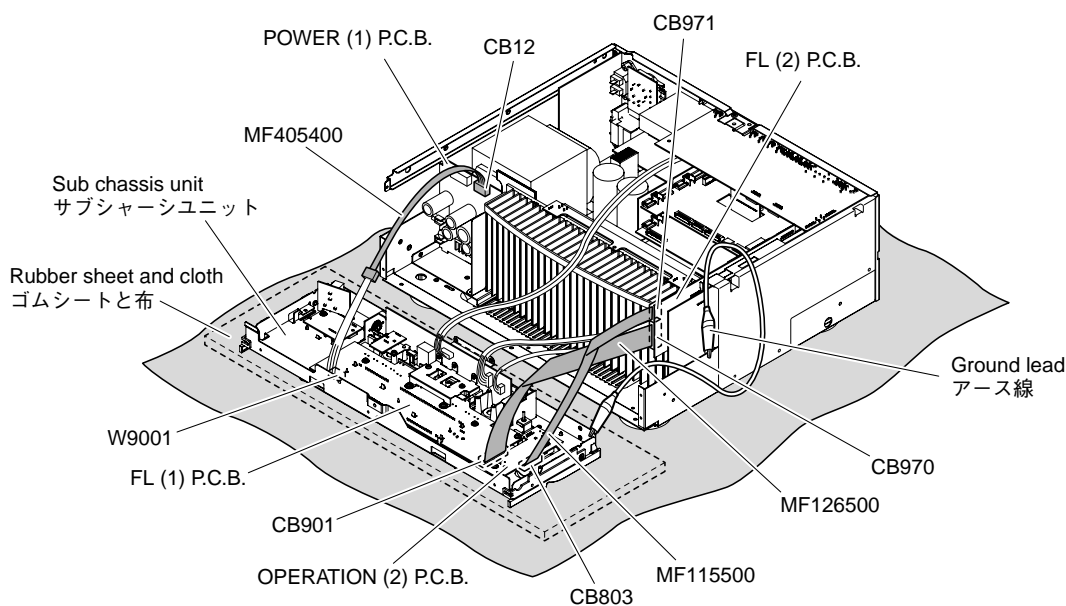

Fig. 3
- Place the sub chassis unit on top of the rubber sheet and cloth. (Fig. 3)
- In main unit, the ground of sub chassis unit is connected to the main unit. When this sub chassis unit are removed from main unit, connect the ground to the main unit, using a ground lead or the like. (Fig. 3)
- サブシャーシユニットをゴムシートと布の上に置いてチェックします。(Fig. 3)
- 本機ではサブシャーシユニットのアースが本機に接続されています。サブシャーシユニットを本機より取り外した場合は、リード線等でアースを本機に接続してください。(Fig. 3)